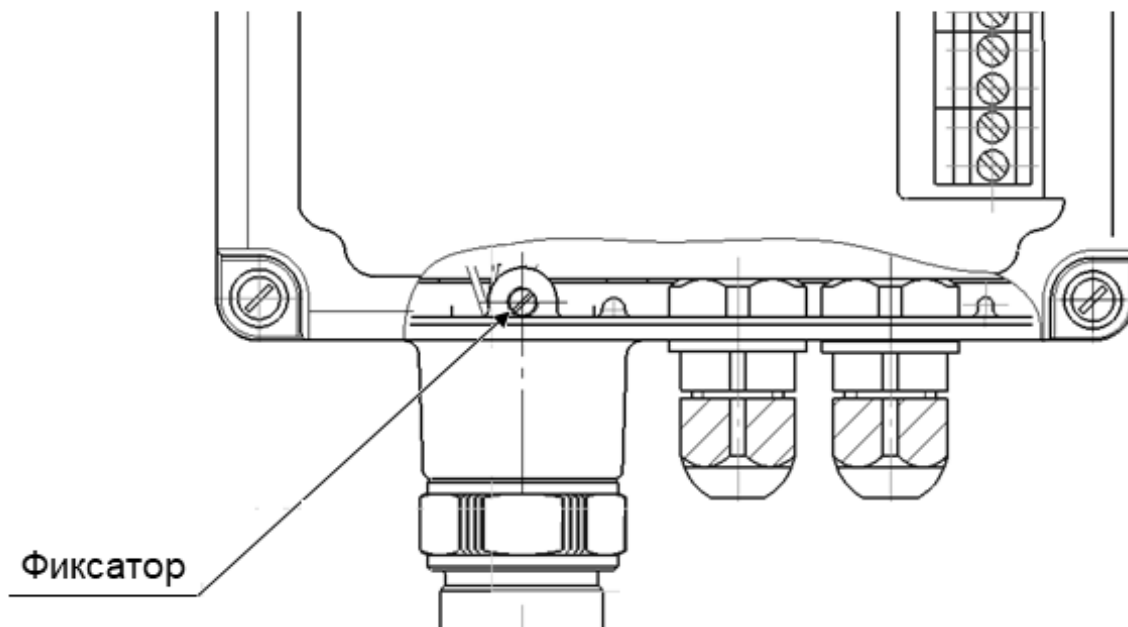

Рисунок 6 – Место расположения фиксатора
- отсутствуют механические повреждения, в том числе и поломка фиксатора (Рисунок 6) поворота корпуса ЭП.